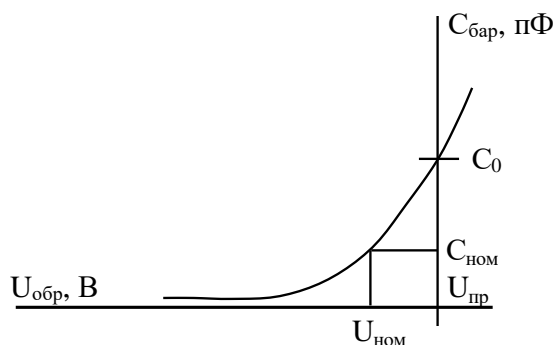

Рис. 1. ВФХ обратного смещенного р-п перехода
*Варикапами* называются полупроводниковые диоды, у которых используется барьерная емкость запятого р-п перехода, зависящая от величины приложенного к диоду напряжения. При возрастании запирающего напряжения растет ширина запирающего слоя и барьерная емкость уменьшается. Основной характеристикой варикапа является вольт-фарадная характеристика — зависимость барьерной емкости от величины обратного напряжения (рис. 1).